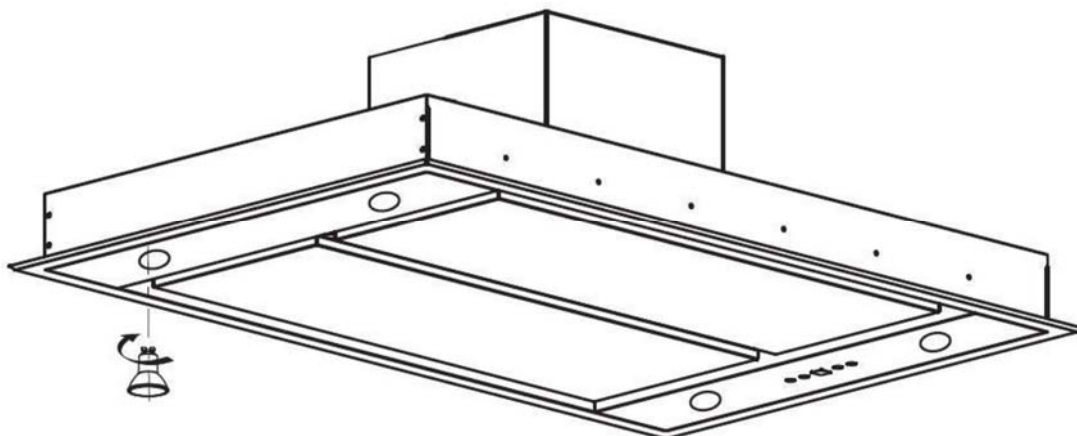

Figura 16
1. Premere delicatamente sul lato inferiore della lampadina da sostituire e ruotarla in senso antiorario per liberarla. Fare riferimento alla figura 16.